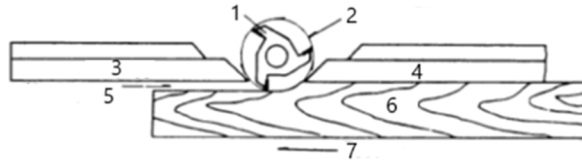

Figure 2
2. Lorsque l'opération de façonnage supprime la totalité du bord de l'ouvrage (c'est-à-dire l'assemblage ou la réalisation d'un cordon complet), le bord façonné ne sera pas soutenu par le guide arrière lorsque les deux guides sont alignés comme indiqué sur la figure 2. Dans ce cas, la pièce doit être avancée jusqu'à la position indiquée sur la figure 2 et arrêtée.